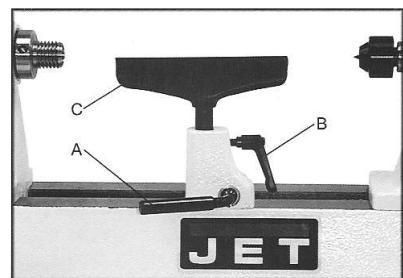

Fig 7
Stellen Sie die Handstahlauflage (C, Fig 7) so nahe an das Werkstück als möglich und fixieren Sie mit dem Hebel (A).
Stellen Sie die Höhe ca. 3mm über die Spitzenhöhe und klemmen Sie mit dem Indexiergriff (B, Fig 7).